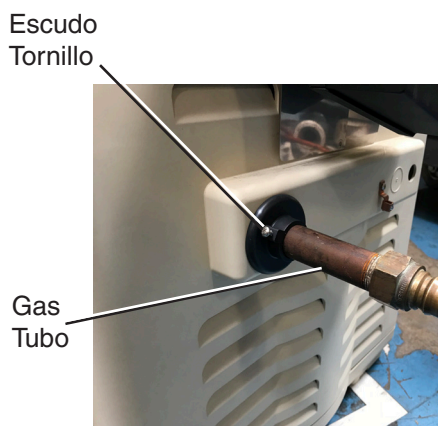

Figura 9. El chapetón está instalado en la tubería de gas y debe cubrir la abertura circular en el panel del calentador.
2. Cuando instale el tubo de $\frac{3}{4}$ " en la válvula de gas, coloque el escudo del tubo de gas sobre el tubo de modo que el círculo más grande quede hacia el panel de servicio del calentador y el círculo más pequeño con el tornillo hacia afuera para el panel de servicio del calentador (hacia la unión) como se muestra en la **Figura 9**.